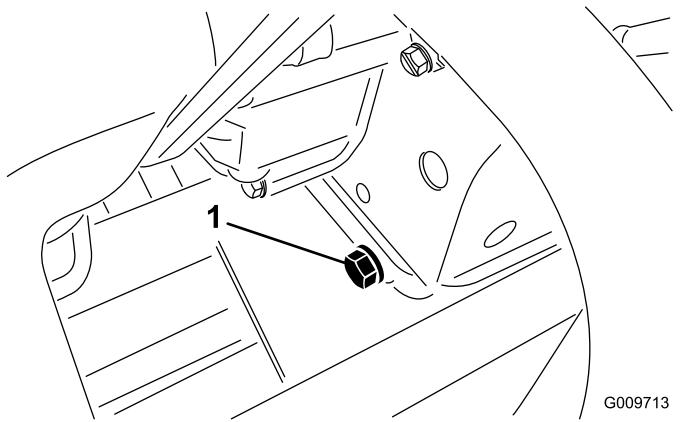

Bild 52
1. Entfernen Sie die Ablassschraube (Bild 52) und lassen Sie das Öl in die Auffangwanne ab. Schrauben Sie die Ablassschraube wieder ein, nachdem das Öl abgelaufen ist.